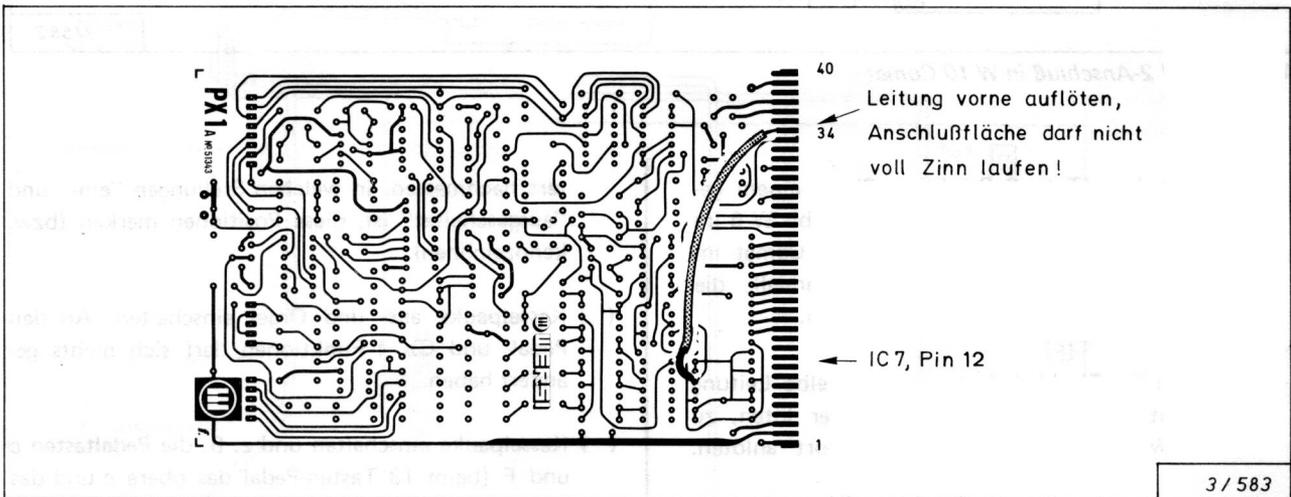

Abb. 5: Zusatzlitze auf der Comet-Platine "PX 1 - Pedal"
- () Bei der Comet nach Abb. 5 mit einem Stück (der vom 5-adrigen Flachkabel abgetrennten) Litze auf der Steckkarte "PX 1 - Pedal" (Einbauplatz 3) eine Verbindung von IC 7 Bein 12 zum Steckanschluß 34 herstellen.